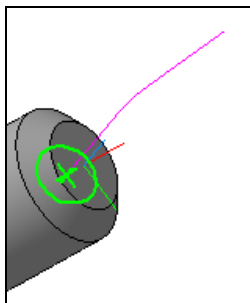

Рис. 28.35. Эскиз сечения и траектории нового тела
- ◆ нажмите кнопку **Эскиз**. Вы построили второй эскиз, определяющий траекторию элемента. У вас должно получиться, как на рис. 28.35;